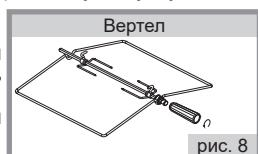

рис. 8
■ Плиты комплектуются вертелом со съёмной рукояткой (рис.8). При установке и извлечении вертela необходимо использовать рукоятку, которая накручивается на резьбовую втулку.